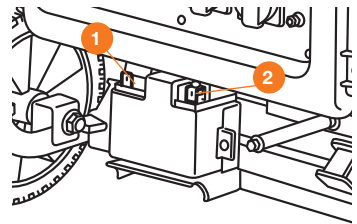

Рис. 11
- Подключите аккумуляторную батарею, присоедините провода к соответствующим клеммам - красный провод **1** к плюсовой клемме и черный **2** к минусовой клемме аккумуляторной батареи (Рис. 11).